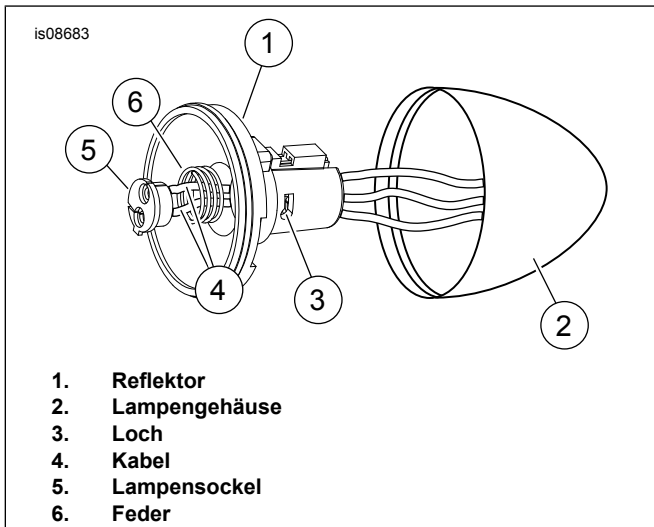

Abbildung 2. Fassung, Lampengehäuse, Kabel, Lampenkontaktsockel und Feder
5. Siehe Abbildung 2 >. Den Reflektor (1) aus dem Lampengehäuse (2) ziehen. Ein rechtwinkeliges Spitzwerkzeug oder einen kleinen Sechskantschlüssel von der Innenseite der Glühlampenfassung durch die Öffnung (4) einsetzen. Sämtliche Kontakte vom Lampensockel (5) entfernen.